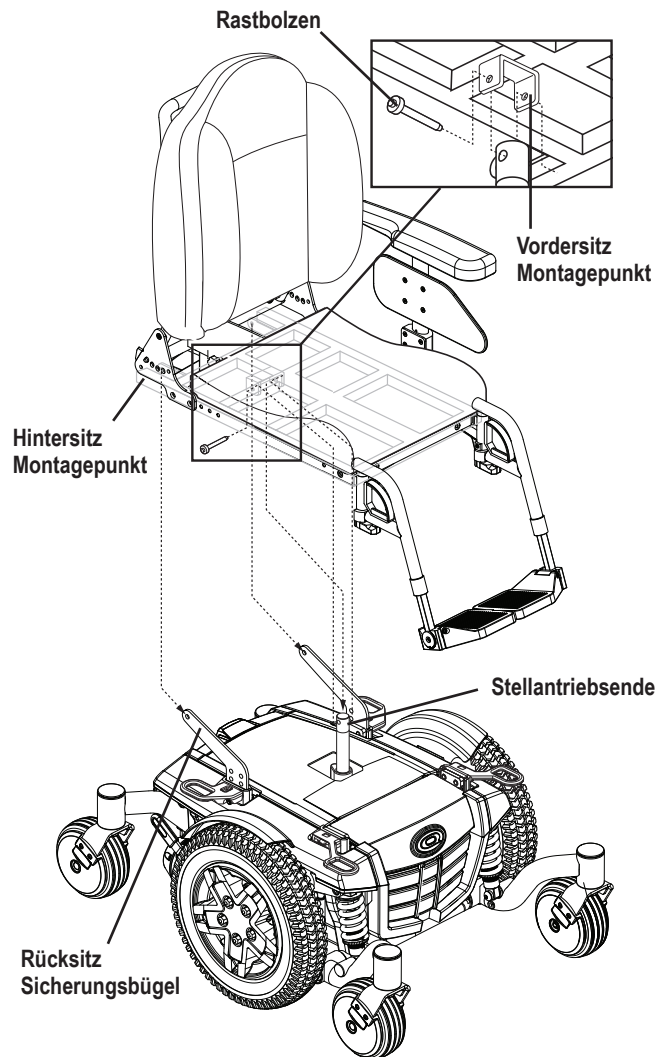

Bild 4. Befestigungssystem und Kontursitz
1. Neigen Sie den Sitz nach hinten und richten die hinteren Montagepunkte des Sitzes an den Rücksitz-Sicherungsbügeln der Antriebsbasis aus. Mit den zugehörigen Befestigungselementen sichern. **Siehe Bild 4.**
2. Den Sicherungsstift vom vorderen Montagepunkt entfernen. **Siehe Bild 4.**
3. Den Sitz nach hinten drehen und von der Antriebsbasis entfernen, indem Sie die Befestigungselemente lösen, mit denen die Rücksitz-Sicherungsbügel an den hinteren Montagepunkten des Sitzes befestigt sind. **Siehe Bild 4.**
8. Das Stellantriebsende mit Hilfe des Sicherungsstifts wieder am vorderen Montagepunkt des Sitzes befestigen. **Siehe Bild 4.**